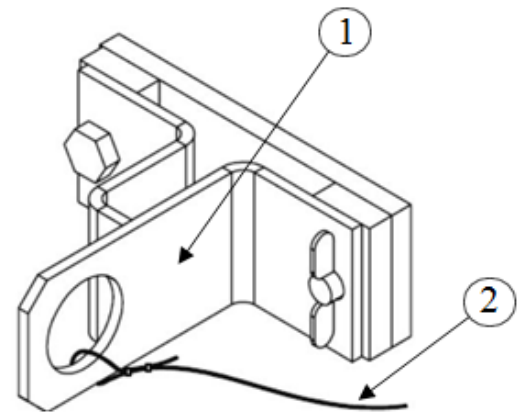

рис.7
5.3.3 Установить на направляющей (ниже стыковой планки) захват поз.1 (в комплект поставки не входит) (см. рис. 7).